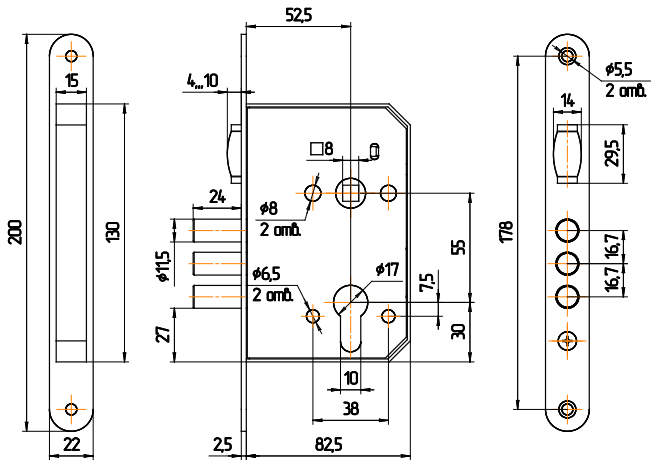

Рис.2
4.1. Произвести разметку и выполнить на полотне двери гнездо для корпуса замка, отверстия для цилиндрического механизма, для крепежа накладок, а в дверной коробке – отверстия для пальцев засова и роликового фиксатора (см. рис.2).